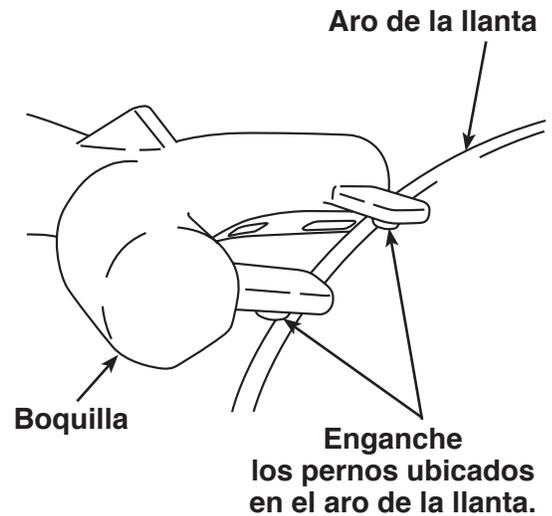

Figura 1
6. Ubique la boquilla sobre la rueda, opuesta a la válvula de la llanta, tomando el aro de la rueda con los dos pernos ubicados en la parte inferior de la boquilla. Consulte la figura 1.